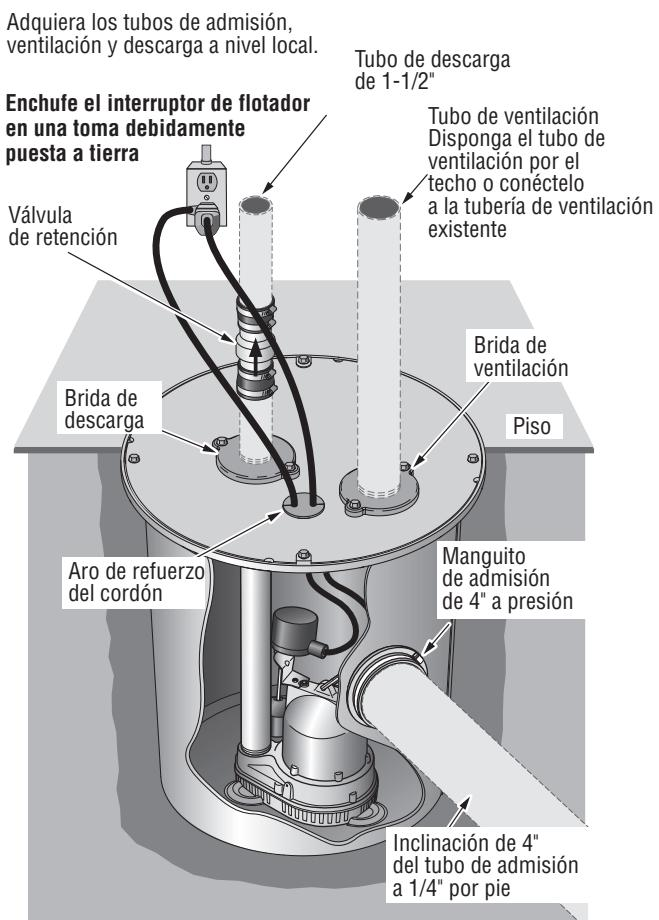

Figura 1: Instalación típica
### Instrucciones de instalación. Ver la Figura 1.
1. Perfore un orificio para el compartimiento de recogida y la base inferior. El orificio debe ser lo suficientemente profundo como para que la parte superior del compartimiento de recogida quede al ras con el piso terminado. Consulte la Figura 1.
11. Instale la válvula de retención de 1-1/2" (provista) en la tubería de descarga. Consulte la Figura 1. Verifique que la flecha indicadora de flujo apunte en la dirección contraria de la bomba. Esta válvula de retención impedirá que el agua corra nuevamente hacia el compartimiento cuando la bomba no esté en marcha.